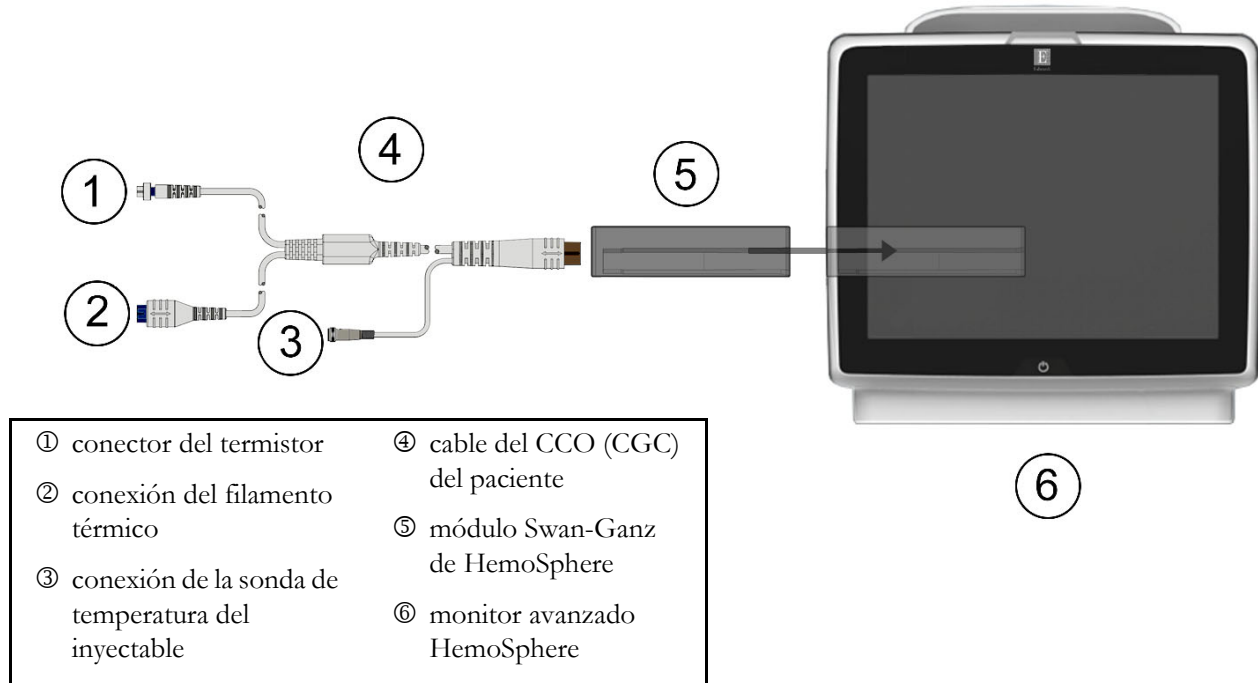

Figura 4-1 Descripción general de la conexión de monitorización mediante el módulo Swan-Ganz de HemoSphere
Consulte la figura 4-1 para obtener información sobre las conexiones de monitorización del módulo Swan-Ganz de HemoSphere.
11 Acople el cable del CCO (CGC) del paciente a las conexiones del catéter de CCO (CGC) de Swan-Ganz del termistor ① y del filamento térmico ② (figura 4-1).
11 Acople el cable del CCO (CGC) del paciente a la conexión del termistor del catéter Swan-Ganz (①, figura 4-1).
- 11 Acople el cable del CCO (CGC) del paciente a las conexiones del catéter volumétrico de Swan-Ganz del termistor ① y del filamento térmico ② (figura 4-1).